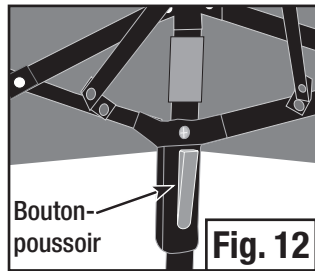

Fig. 12
- Appuyez sur les boutons-poussoir qui se trouvent aux coins supérieurs de l'armature. (Fig. 12) Repliez l'armature de l'abri et rangez-la dans le sac servant à la transporter.